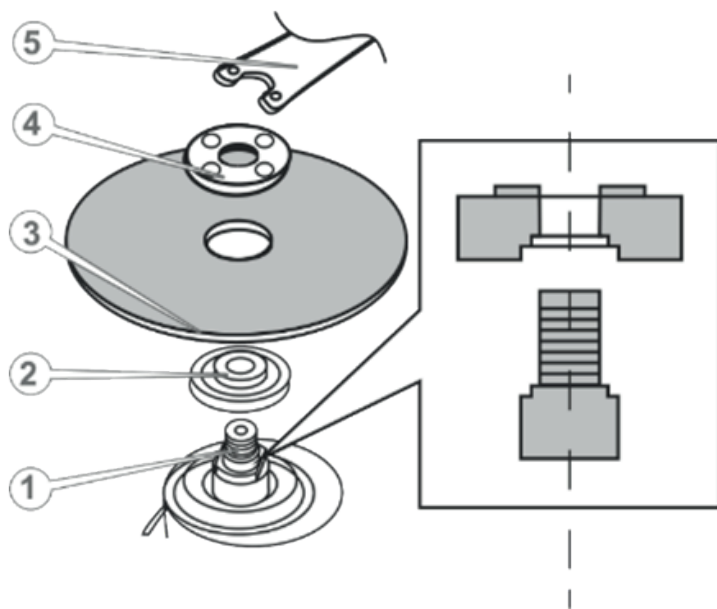

Рисунок 2. Схема встановлення та зняття абразивного диска.
– встановити на виріб, залежно від виду робіт, які виконуються, шліфувальний, різальний або зачисний диск (рис. 2):
1. Встановити внутрішній фланець (2, рис. 2) із посадковим виступом на шпindel (1, рис. 2) у такий спосіб, щоб фланець увійшов у зачеплення зі шпindelом.
2. Встановити на фланець диск у такий спосіб, щоб посадковий виступ внутрішнього фланця увійшов у посадковий отвір диска (3, рис. 2).
4. Надійно зафіксувати диск, закрутивши зовнішній фланець (4, рис. 2) за допомогою затискного ключа (5, рис. 2).